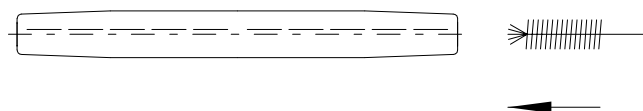

Bild 1
2. Wenn das Aluminiumrohr des Pressverbinders mit Fett gefüllt ist, fahren Sie mit Nr. 4 fort. Wenn nicht, bürsten Sie das Innere des Rohres mit einer runden Stahlbürste (Bürstendurchmesser größer als der Rohrrinnendurchmesser) und reinigen Sie es mit Putzwolle (Bild 1). Fahren Sie sofort mit Nr. 3 fort (max. 30 Sekunden).